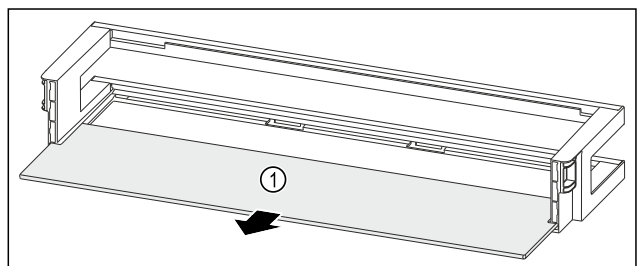

Fig. 139 Türabsteller mit Abstellfläche
- ▶ Abstellfläche Fig. 139 (1) entnehmen.